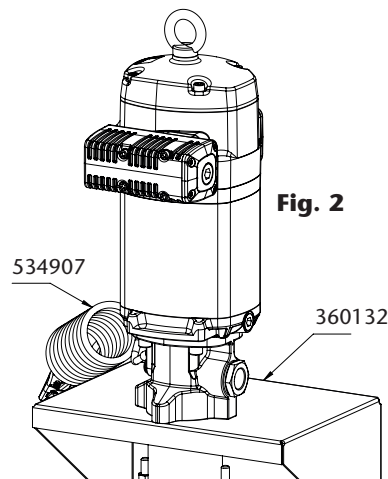

Fig. 2
**Cette pompe peut s'installer moyennant une fixation murale** (avec le support (360132)). Fixer fermement au mur le support mural. Introduire la pompe par le support et la fixer à l'aide des vis fournies (Fig. 2). Dans les cas où des conditions ATEX sont requises, veillez à mettre la pompe à la terre avec le câble de mise à la terre avec pince (534907).